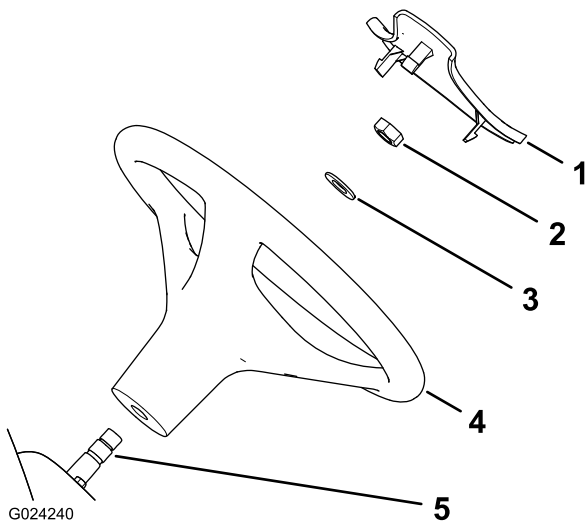

図 3
1. ハンドルのハブにカバーがついている場合には、これを取り外す 図 3。
2. ハンドルのシャフトからジャムナットを外す 図 3。
3. ハンドルシャフトに、ハンドルとワッシャを順に取り付ける 図 3。
5. ハンドルにキャップを取り付ける 図 3。